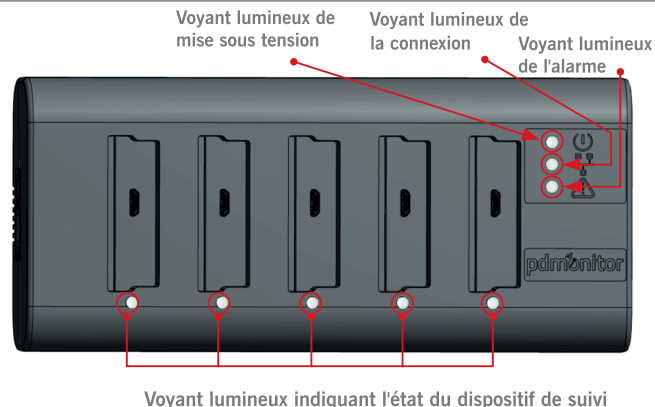

Figure 5 :Vue du dessus de la SmartBox PDMonitor®
5. Tous les voyants lumineux indiquant l'état des dispositifs de suivi sur la SmartBox soient éteints (Figure 5)